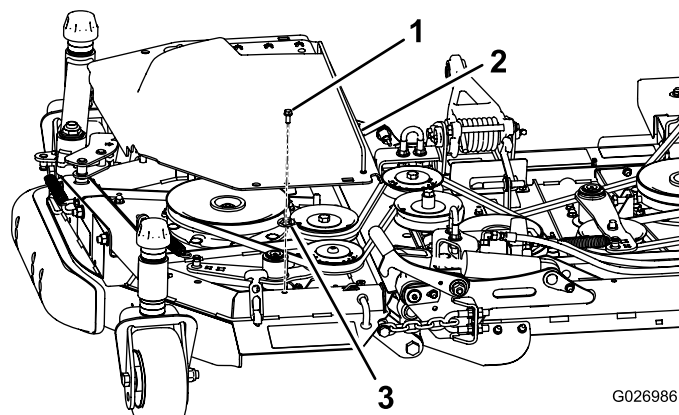

Figura 13
5. Instale um parafuso e uma porca na cobertura de plástico esquerda (Figura 13).